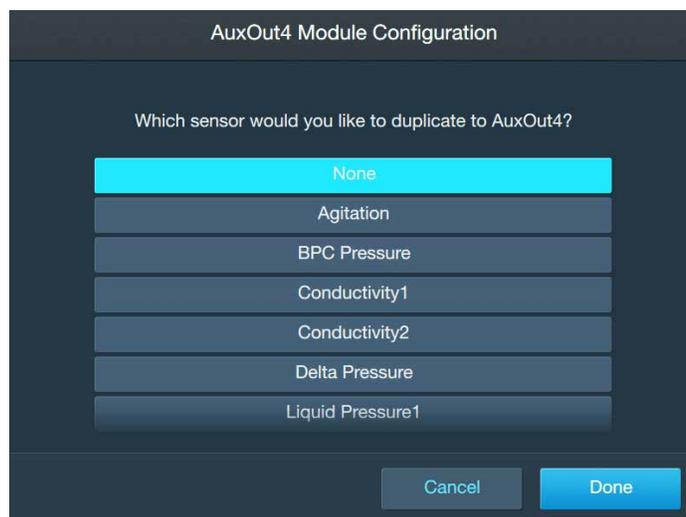

Abbildung 3.53. Auswahl eines zu duplizierenden Moduls.
2. Wählen Sie im darauffhin angezeigten Bildschirm (Abbildung 3.53) das Modul aus, das Sie duplizieren möchten. Tippen Sie dann auf „Next“ (Weiter).